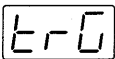

Fig.8
- ・ Press the REVERB TYPE 【◀】 key to begin the Trigger input test. Make sure that nothing is connected to the 8 Trigger inputs before you begin. A display as shown in Fig.8 will appear.
- ・ REVERB TYPE 【◀】 キーを押すとディスプレイには図8のように表示され、トリガー入力テストを開始します。この時、8個のトリガー入力ジャックには何も差し込んでいないことを確認して下さい。